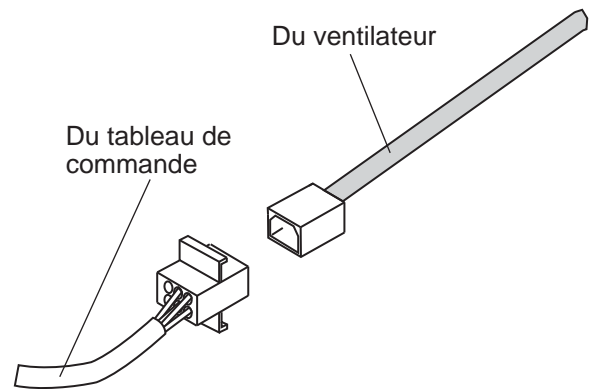

Figure 19 : Câblage de la hotte avec un ventilateur intégré
3. Branchez la fiche de connexion Molex dans le connecteur situé à l'intérieur de la hotte, comme illustré sur la Figure 19.